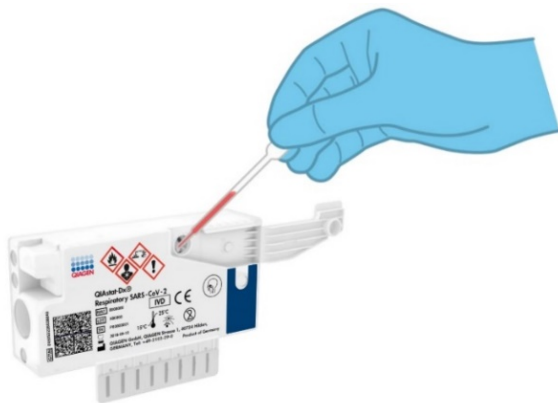

Figura 41. Transferul probei în orificiul principal al QIAstat-Dx Respiratory SARS-CoV-2 Panel Cartridge.
6. Transferați cu grijă 300 μ l din volumul probei în orificiul principal al QIAstat-Dx Respiratory SARS-CoV-2 Panel Cartridge, folosind pipeta de transfer de unică folosință livrată (Figura 41).